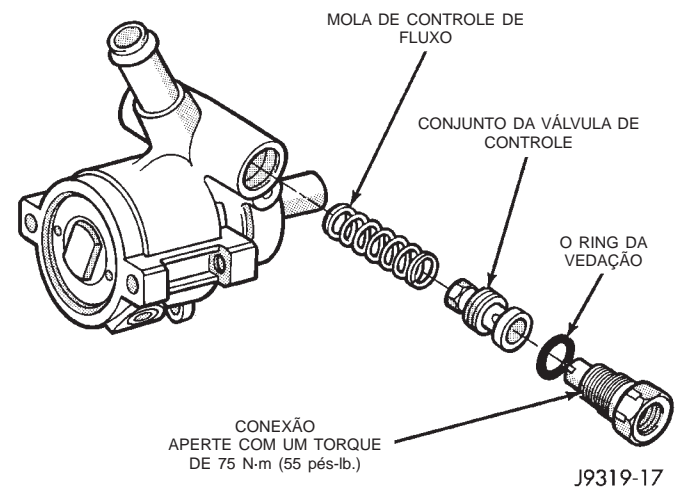

Fig. 8 Válvula de Controle de Fluxo
(1) Limpe a área em volta das conexões para impedir que entre sujeira na bomba. Remova a mangueira de pressão da conexão da bomba.
(2) Remova a conexão do alojamento na bomba (Fig. 8). **Cuide para que a válvula e a mola não deslizem para fora do furo do alojamento.**